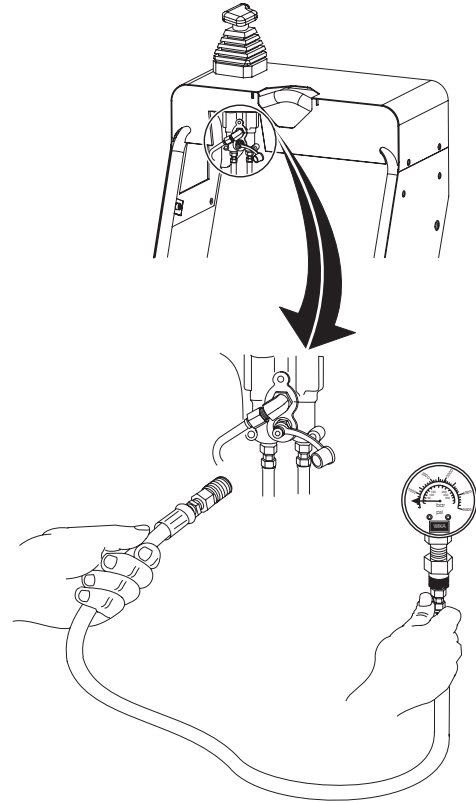

Figura 58. Comprobación de la presión de la dirección
1. Quite la cubierta de acceso izquierda e inserte el manómetro (300 a 600 psi) en el acoplamiento rápido de diagnóstico de la válvula de la dirección izquierda según se muestra en la Figura 58.